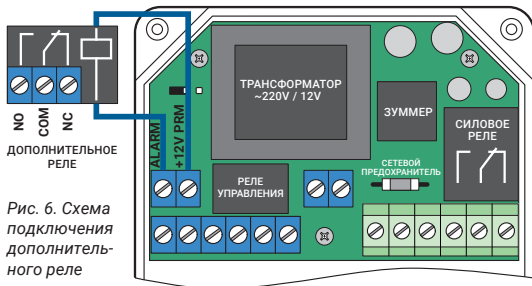

Рис. 6. Схема подключения дополнительного реле
6.4. Рис. 6. Схема подключения к блоку управления дополнительного реле.